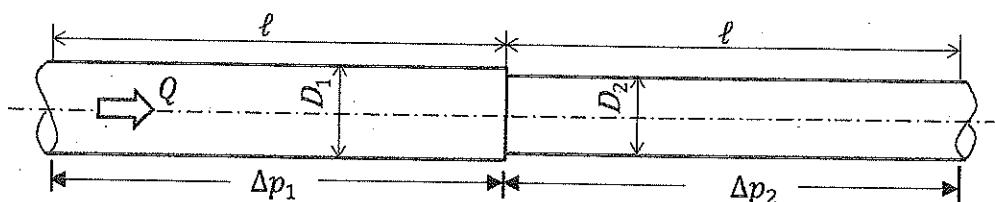

図1
(2) 式②から $Q$ を求める式を導出し、管断面平均流速 $U$ が最大流速の半分となることを示しなさい。
(3) 壁面に働くせん断応力 $\tau_w$ と $Q$ との関係式を導きなさい。
(4) 図1のように同じ長さ $\ell$ で異なる直径( $D_1 > D_2$ )の円管が接合されている。各円管部での圧力勾配がそれぞれ一定であるとする。それぞれの区間で(1)から(3)までの関係が成り立ち、接合部での流れの損失が無視できるとして、 $Q$ が与えられたときの管全体( $L = 2\ell$ )に働く圧力損失 $\Delta p (= \Delta p_1 + \Delta p_2)$ に対する各円管部の寄与分、すなわち $\Delta p_1/\Delta p$ および $\Delta p_2/\Delta p$ を求めなさい。
(5) (4)において円管の代表径 $D$ を $D^2 = (D_1^2 + D_2^2)/2$ と定義する場合、 $\Delta p$ と $L$ に対する見かけの管摩擦係数 $\lambda$ を求めなさい。なお速度には代表径 $D$ での管断面平均流速 $U$ を用いて、レイノルズ数 $Re = \rho U D / \mu$ 、および、 $\gamma = D_1^2/D^2$ を含む形で表しなさい。ここで、 $1 < \gamma < 2$ である。